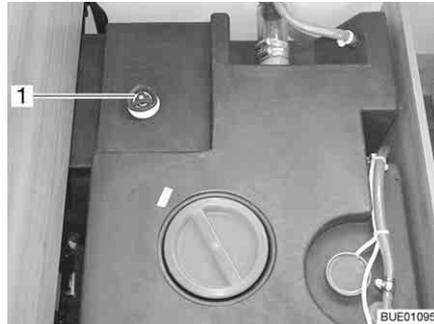

Bild 150 Wassertank mit Drehgriff
- Auf dem Wassertank den Drehgriff (Bild 150,1) im Uhrzeigersinn bis zum Anschlag drehen.
- Auf dem Wassertank den Drehgriff (Bild 150,1) entgegen dem Uhrzeigersinn bis zum Widerstand drehen. Das Wasser läuft bis auf 50 Liter aus.